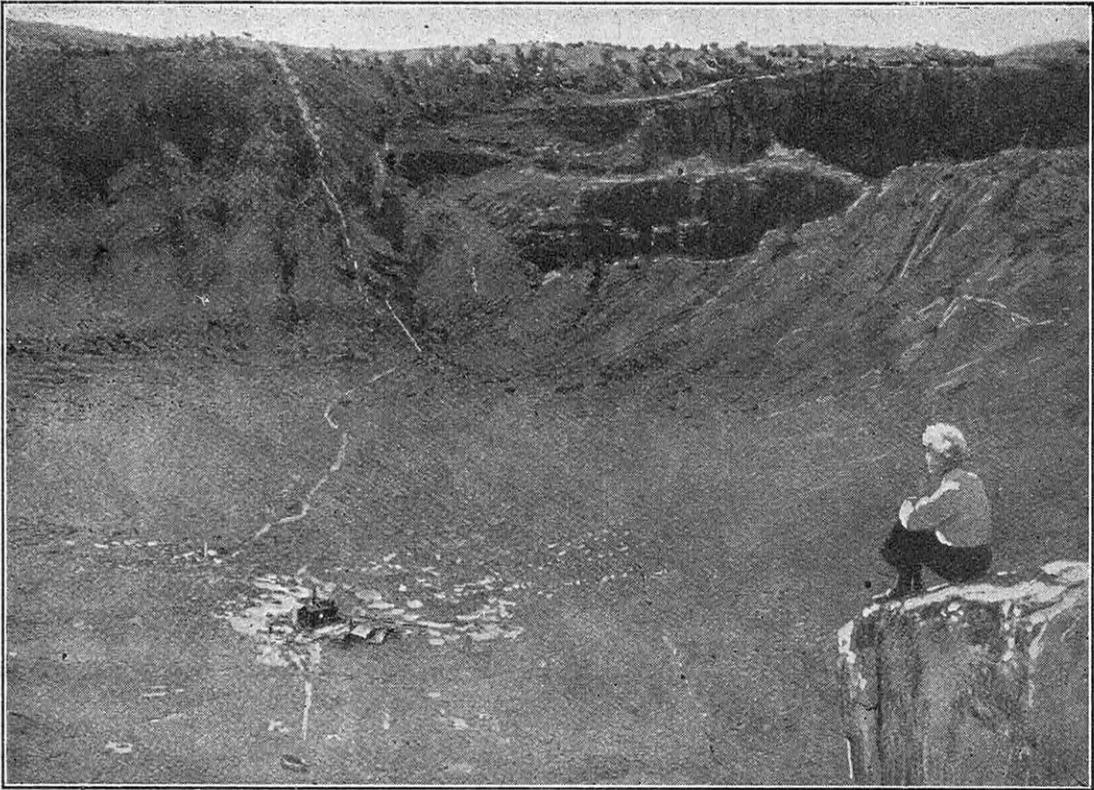

FIG. 8. — VUE DE L'INTÉRIEUR DU « METEOR CRATER »
Sur la masse de la météorite, les avis diffèrent. D'après Kulik, elle était, avant la rencontre avec l'atmosphère, de plusieurs milliers de tonnes. Astapovitch l'estime à 200 t seulement. Elle était, en tout cas, formée de fer, les naturels du pays ayant ramassé, après la chute, des morceaux de fer natif brillant. Le bolide décrivait une orbite très allongée, peut-être parabolique, — d'aucuns disent même hyperbolique, — peu inclinée sur l'écliptique. Il avait déjà franchi le périhélie et reprenait sa course vers les lointains du système solaire lorsqu'il choqua la Terre, à son nœud ascendant. Si l'horaire de sa marche eût avancé de 4 h 47, c'est à Saint-Pétersbourg qu'il eût atterri ! Ajoutons que sa vitesse par rapport au globe (1) était de 40 km/s (fig. 8).